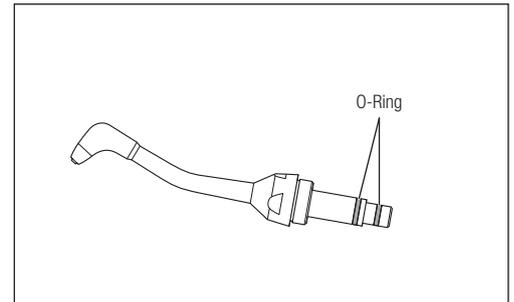

Abb. 46
- 2) Entfernen Sie die O-Ringe mithilfe einer Nadel, etc. vom Düsenende (Abb. 46). Sollte sich Pulver in den Rillen befinden, entfernen Sie dieses, bevor Sie neue O-Ringe einsetzen.